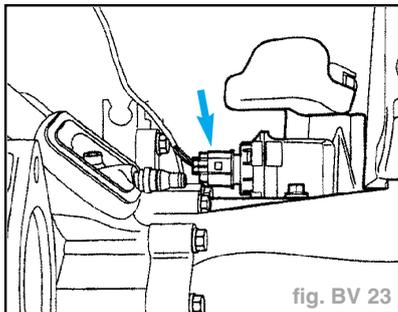

fig. BV 23
- Dégager la boîte de vitesses des douilles d'ajustage en la poussant et l'abaisser jusqu'à ce que la fiche des feux de recul (flèche) soit accessible (fig. BV 23).
- Brancher la fiche des feux de recul (flèche) (fig. BV 23).